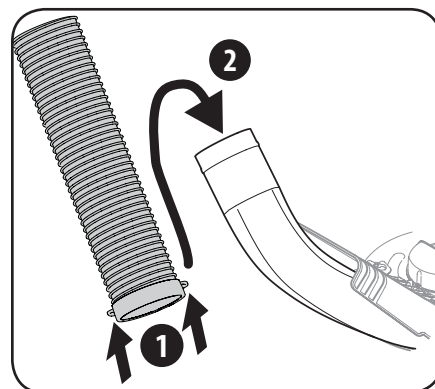

Figura 4-16
2. Levántelo con las manijas de la parte de abajo del tubo del canal. Deslice el tubo del canal sobre el codo del canal montado en la plataforma de corte, como se muestra en la Figura 4-16.